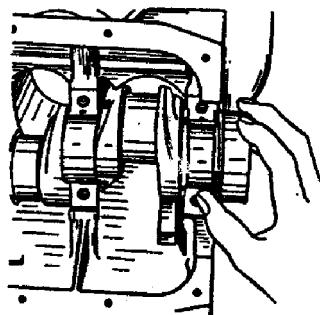

Fig. 2-12. Instalações dos casquilhos de encosto
3. Selecionar o casquillo de encosto de espessura adequada, conforme procedimento descrito em árvore de manivelas e volante; posicionar as metades do casquillo de encosto no mancal traseiro (fig. 2-12).